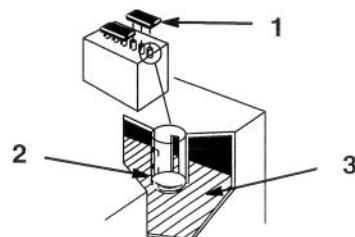

Abbildung 39
2. Die Abdeckung öffnen, um in die Zellen zu sehen. Die Füllsäure muß bis zum unteren Teil der Röhre reichen (Abb. 39). Die Füllsäure darf nicht unterhalb der Platten stehen. (Abb. 39).
2. Die Einfüllverschlüsse abnehmen (Abb. 39).
3. Langsam destilliertes Wasser in jede Batteriezelle gießen, bis der Flüssigkeitsstand den unteren Teil der Röhre erreicht (Abb. 39).